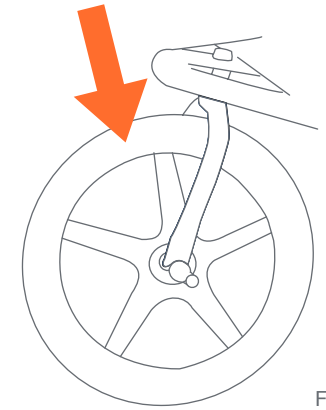

Fig. 22
22) • Levante la rueda delantera hasta que no toque el suelo y déle un golpe firme al neumático (la llanta) (Fig. 22). La rueda no debe de aflojarse o caerse.